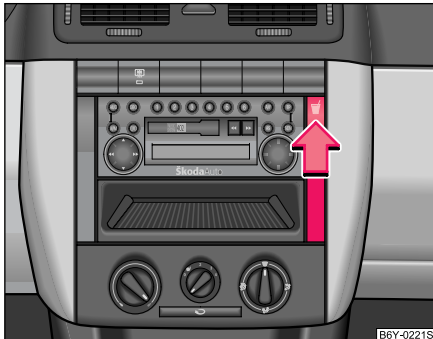

Abb. 63 Schalttafel: Getränkehalter
- Drücken Sie auf das Symbol  in Pfeilrichtung ⇒ Abb. 63, der Getränkehalter kommt heraus und öffnet sich.